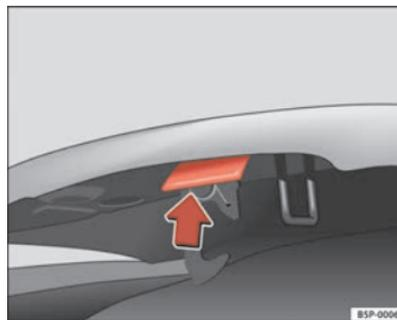

Abb. 177 Öffnungsgriff unterhalb der Motorraumklappe
- Den Hebel unterhalb der Motorhaube nach oben ⇒ Abb. 177 drücken. Dabei wird der Fanghaken entriegelt.